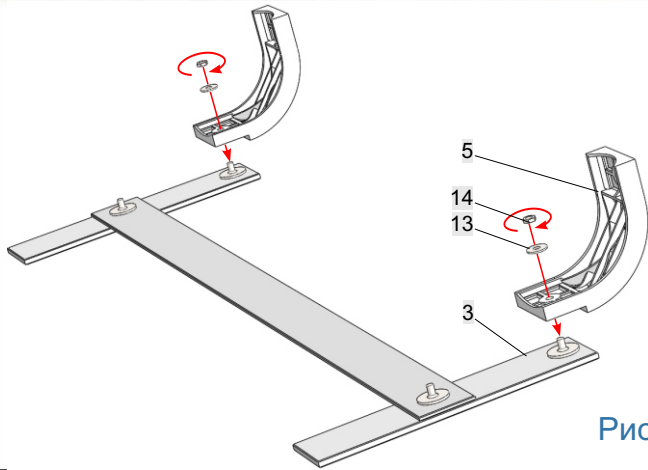

Рис. 1
1. Положить **дет.3** (рис. 1). Закрепить **детали 5** на **дет.3** помощью шайб (**13**) и гаек (**14**).